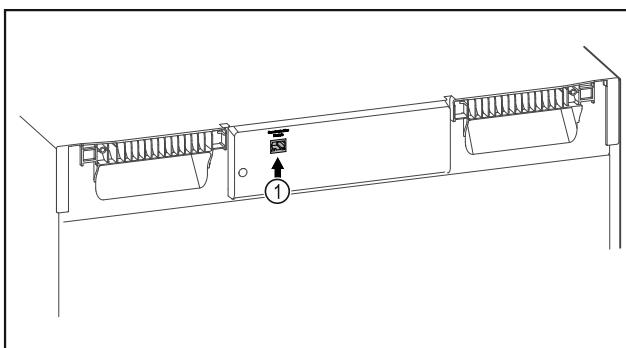

Fig. 119
- Vstavljen je SmartModule Fig. 119 (1).